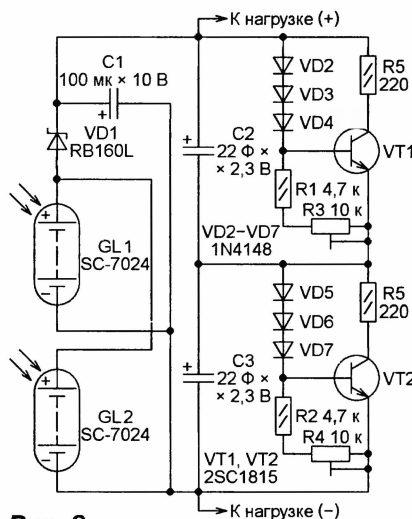

Рис. 3
**Стабилизатор напряжения солнечных батарей** показан на схеме, изображённой на рис. 3 <[http://www.mars.dti.ne.jp/~m7030/pic\\_room/clock/batt2.png](http://www.mars.dti.ne.jp/~m7030/pic_room/clock/batt2.png)>. Ионисторы C2, C3 служат буферными накопителями энергии для автономной работы при плохом освещении. При ярком свете они подзаряжаются от двух соединённых параллельно солнечных батарей GB1 и GB2 с номинальным напряжением 4,8 В при токе нагрузки 10 мА на каждую. Диод Шотки VD1 не даёт ионисторам разряжаться через внутреннее сопротивление солнечных батарей.